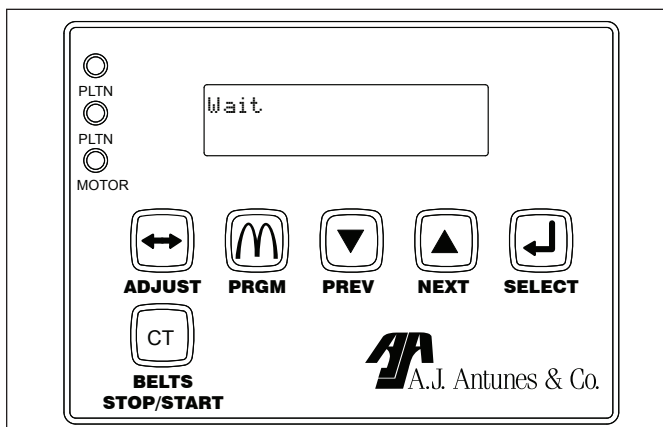

Figure 3. Affichage Attendez du grille-pain club
2. L'appareil se réchauffera et affichera le message *Attendez* (figure 3).